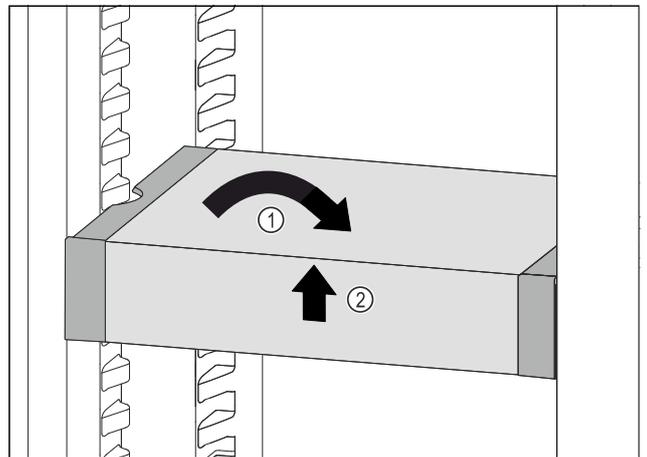

Fig. 105
- ▶ Coloque el VarioSafe en posición recta. Fig. 105 (1)
- ▶ Levante el VarioSafe por delante. Fig. 105 (2)